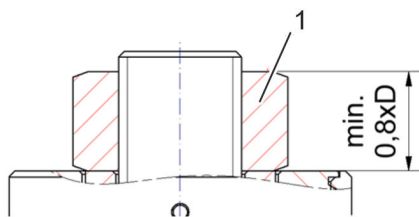

Abb. 30: Kundenseitige Spannmutter
Der Spannzylinder PSEF wird mit einer kundenseitigen Spannmutter (Abb. 30/1) eingesetzt.
Die Gewindeüberdeckung der aufgeschraubten Spannmutter (Abb. 30/1) auf der zu spannenden Schraube muss mindestens $0,8 \times D$ (D : Gewindedurchmesser) betragen.
1. ➤ Kundenseitige Spannmutter (Abb. 30/1) aufschrauben.
Die Gewindeüberdeckung der aufgeschraubten Spannmutter (Abb. 30/1) auf der zu spannenden Schraube muss mindestens $0,8 \times D$ (D: Gewindedurchmesser) betragen.